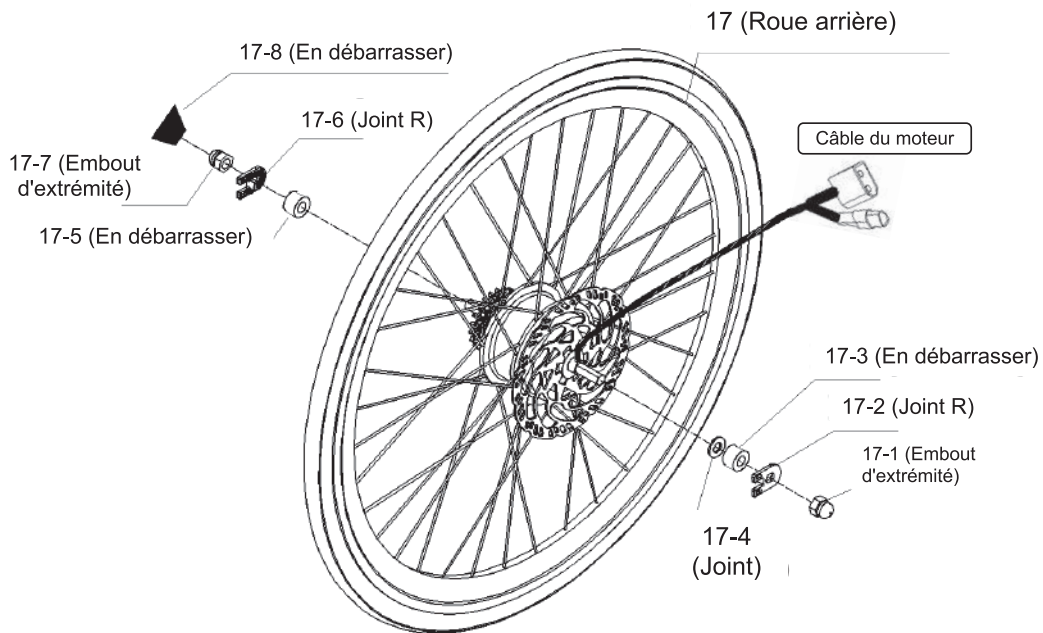

Figure 27.
b. Assurez-vous que la manivelle de la pièce 15 et la manivelle préinstallée de la pièce 4 sont positionnées à 180°, puis installez la pièce 15 sur la pièce 4, comme indiqué sur la Figure 27.
a. Retirez les composants de la pièce 17, pièce par pièce, à l'exception du joint 17-4, puis débarrassez-vous des pièces 17-8, 17-5, et 17-3, comme indiqué sur la Figure 27.